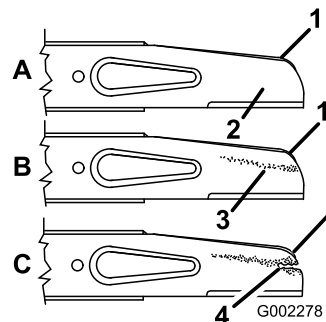

Figura 29
2. Retire las tuercas de la cuchilla, el acelerador y la cuchilla (Figura 29).